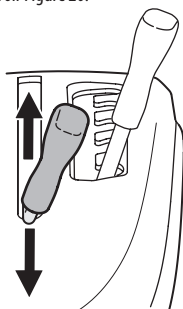

Figure 20
2. Poussez le levier de la prise de force vers l'avant pour embrayer la prise de force. Voir Figure 20.